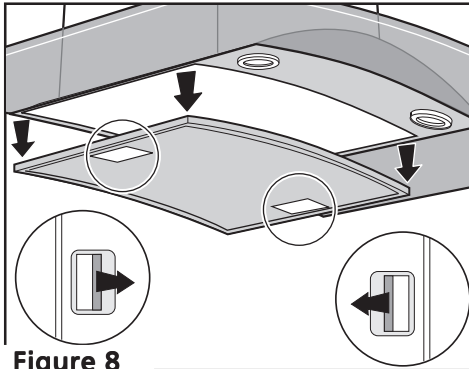

Figure 8
- Push each handle towards the center and pull downwards Figure 8.
- Pousser chaque poignée au milieu et vers le bas (Figure 8).